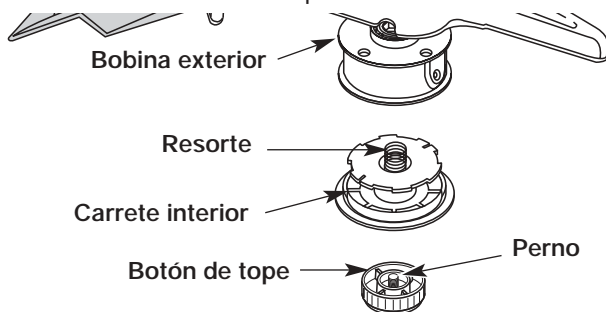

Fig. 24
1. Sostenga la bobina exterior con una mano y desenrosque el botón de tope en sentido antihorario (Fig. 24). Inspeccione el perno de adentro del botón de tope para verificar que se mueva con libertad. Cambie el botón de tope si está dañado.
2. Saque el carrete interior de la bobina exterior (Fig. 24).
3. Saque el resorte del carrete interior (Fig. 24).
1. Sostenga la bobina exterior con una mano y desenrosque el botón de tope en sentido antihorario (Fig. 24). Inspeccione el perno dentro del botón de tope para verificar que se mueva con libertad. Cambie el botón de tope si está dañado.
2. Saque el carrete interior viejo de la bobina exterior (Fig. 24).
3. Saque el resorte del carrete interior viejo (Fig. 24).